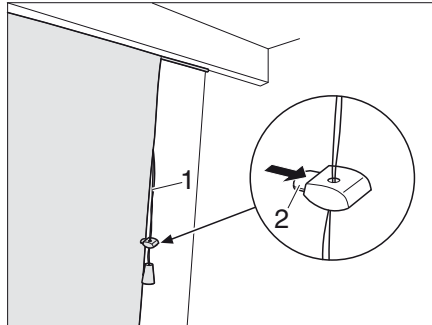

Bild 88 Hissgardin
- Dra snöret (Bild 88,1) neråt. Gardinen hissas upp med hjälp av snörena.
- Tryck på klämman (Bild 88,2) på hållaren och skjut hållaren till önskat läge.
- Tryck på klämman (Bild 88,2) på hållaren.